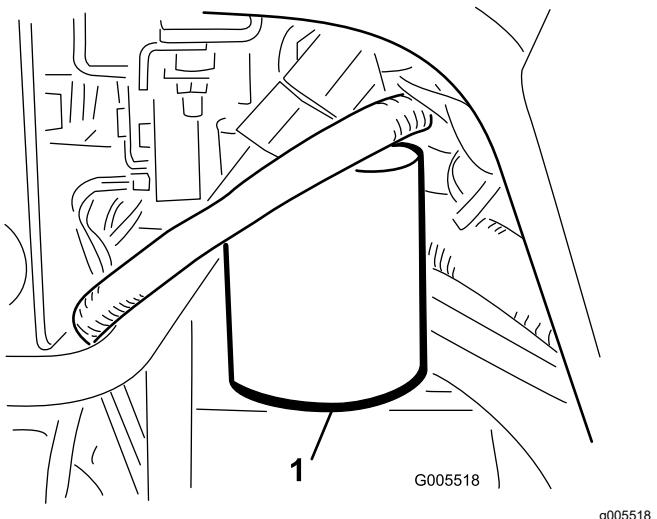

図 57
1. フィルタ容器の周辺をウェスできれいにぬぐう図 57。フィルタの下に廃油受けを置いてフィルタを外す。